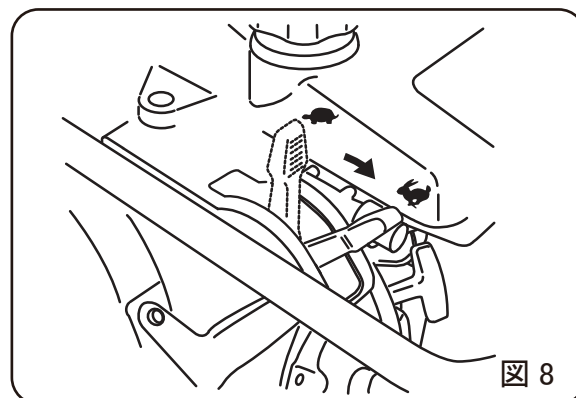

図 8
- 1 調速レバーをアイドル(アイドリング)の位置へ開きますと(図8)タンピングランマーが作動を始めて、この操作をゆっくり行いますと作動が不規則になり、クラッチ、バネ、フートを痛めます。